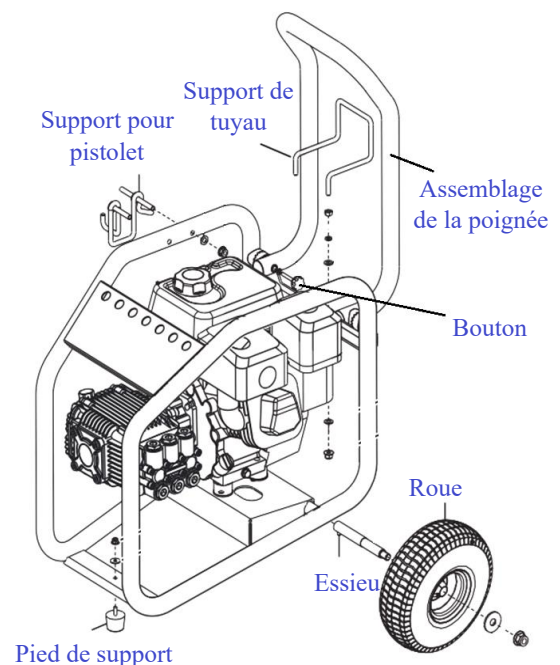

Fig. 3
4.3- Assemblage - PRNHP22T (comme illustré dans Fig. 3)
- Desserrez le bouton pour déplier la poignée comme indiqué sur la Fig. 3, puis serrez le bouton.